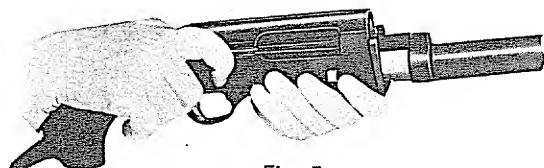

Fig. 5
5 — Facendo forza sul tiretto (tav. 1° - L) (fig. 5) arretrare per tutta la sua corsa, l'otturatore (tav. 1° - D) fino ad aggancio avvenuto.
- 5 - pull cocking lever (L - Table 1) rearward to lock the bolt open (fig. 5) (D - Table 1).
- 5 - tirer le doigt de déverrouillage vers l'arrière jusqu'à ce que la culasse mobile reste ouverte (fig. 5 - table 1 - pièces: L-D)